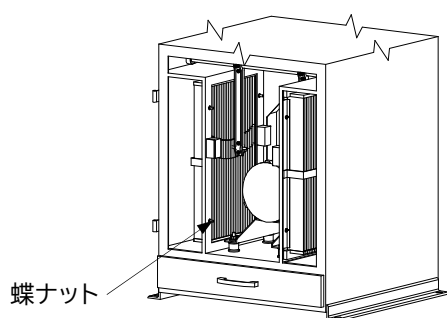
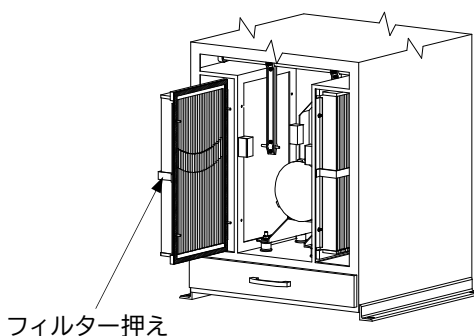

図1
図2
- ①パッチン錠を外して前扉を開けてください。
- ②フィルターは左右1個ずつ、図1のように取り付けています。
- ③蝶ナットをゆるめ(片側4ヶ)、蝶ナットとワッシャーと取り外します。
- ④フィルター押えとフィルターをセット状態のまま図2のように静かに外部へ引き出します。
- ⑤フィルター押えとフィルターを分離させます。
- ⑥フィルターの取付けは、上記と逆の手順で作業をおこなってください。